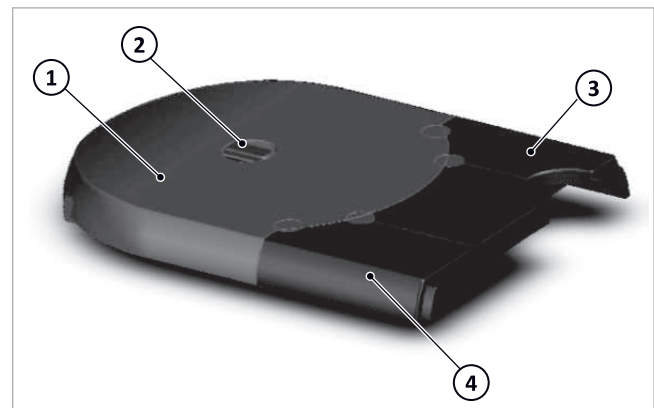
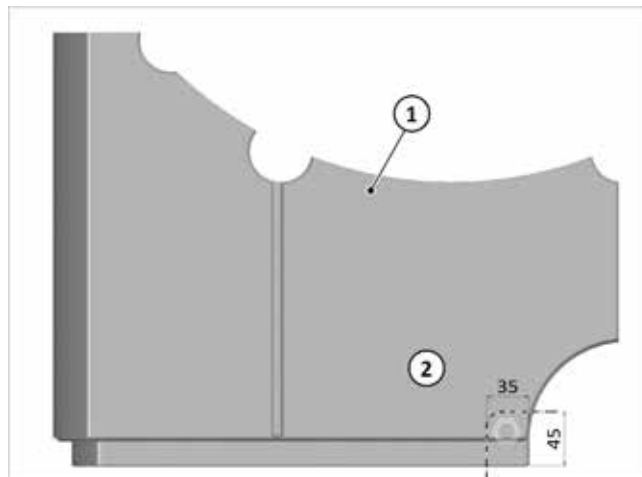

Fig. 123 : isolation supérieure de SolvisBen
Fig. 127 : si nécessaire, découpez le passage de la conduite de gaz
- Retirer l'isolation supérieure des stations WWS → fig. 123 (4) et HKS → fig. 123 (3) vers le haut.
- Se munir de l'isolation de l'accumulateur → fig. 123 (1) et enlever soigneusement avec un couteau pointu
4. Placez l'isolation supérieure de l'accumulateur → Fig. 123 (1) sur l'accumulateur.
- sur le côté à gauche et à droite (1)
- au centre derrière (2)
- au centre devant (3)
6. Placez l'isolation supérieure de la station HKS → Fig. 123 (3).
7. En cas de disposition de la conduite de gaz vers le haut, découper librement (ou utiliser le gabarit fourni) l'isolation supérieure de la station WWS (1, cf. également → Fig. 123 (4)) avant de la positionner comme indiqué sur → Fig. 127.
1. Placez l'isolation supérieure ainsi assemblée → Fig. 123 (1+2+3+4) entièrement sur l'accumulateur.